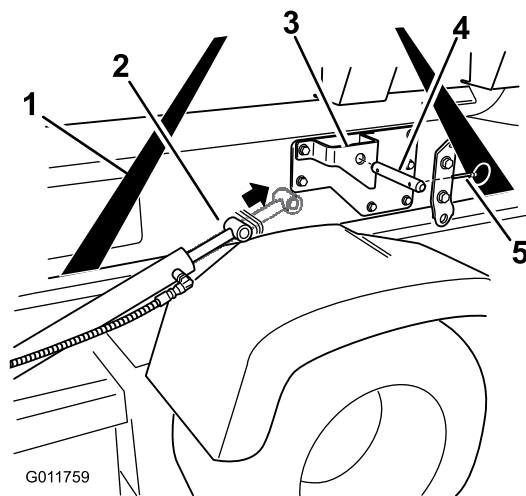

図 20
4. 昇降シリンダをタンク台のブラケットまで伸ばす。タンク台の各ブラケットについている取り付け穴にそれぞれのシリンダアームを合わせる (図 20)。